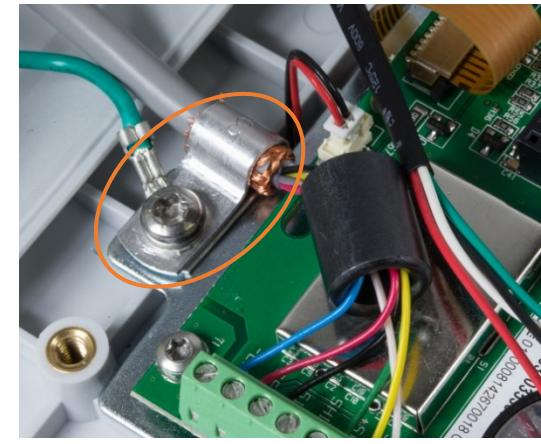

Figura 2-27: Installazione della ferrite sul cavo della cella di carico analogica e messa a terra sul telaio, IND231
1. Il cavo della cella di carico entra attraverso il pressacavo illustrato nella Figura 2-27.
4. Il fermaglio di terra fornito con il terminale serve per collegare il filo di schermatura scoperto (Figura 2-26) alla piastrina metallica di supporto mediante la vite di fissaggio del cavetto cerniera, come illustrato in Figura 2-27.